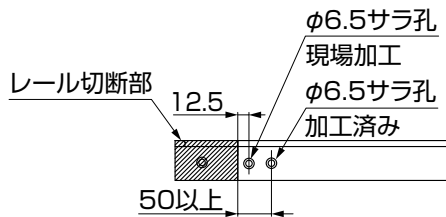

図9-12
- ④ レール切断部から加工済みの孔まで50mm以上の場合は、図を参照して、孔を追加加工してください。(図9-12、図9-13参照)
(5) サイドレール幅寸法